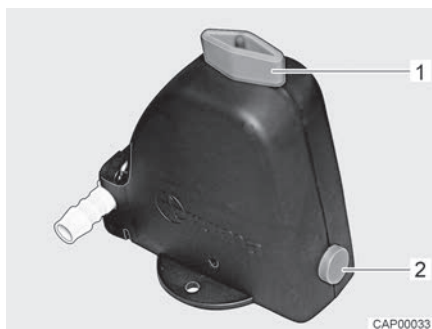
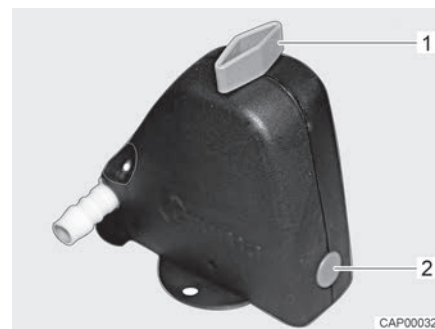

Fig. 139 Valvola di sicurezza/di scarico aperta
Fig. 140 Valvola di sicurezza/di scarico chiusa
- Chiudere la valvola di sicurezza/di scarico. A tal fine ruotare la manopola (Fig. 139,1) trasversalmente rispetto alla valvola di sicurezza/di scarico e premere verso l'interno il bottone automatico (Fig. 139,2). La valvola di sicurezza/di scarico chiusa è rappresentata in Fig. 140. Con temperature inferiori a 6 °C non è possibile chiudere la valvola di sicurezza/di scarico.